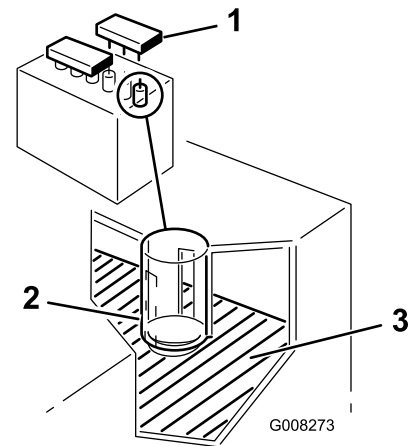

Bild 33
2. Entfernen Sie die Fülldeckel. Wenn der Füllstand die Fülllinien nicht erreicht (Bild 33), füllen Sie genug destilliertes Wasser nach; siehe Nachfüllen der Batterie“.
2. Entfernen Sie die Fülldeckel (Bild 33).
3. Gießen Sie langsam destilliertes Wasser in jede Batteriezelle, bis der Füllstand den unteren Teil des Rohrs erreicht (Bild 33).